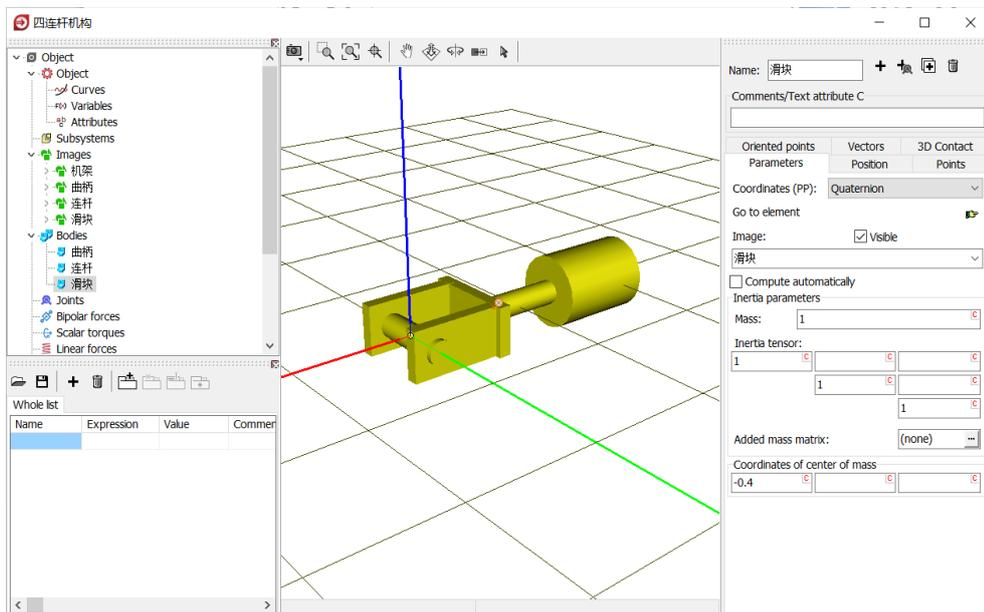

图 2-52
- 8) 创建第三个刚体滑块, 从 **Image** 下拉菜单选择几何滑块, 设置质量 (1) 和转动惯量 (1, 1, 1) 参数及质心坐标 (-0.4, 0, 0), 如图 2-52。